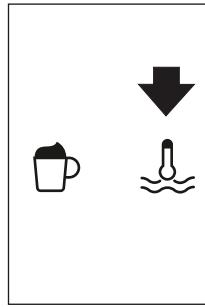

Fig. 27
- ▶ Apăsați pe pictograma (B13) (Fig. 27).